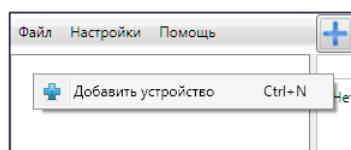

Рис. 4.7. Регистрация контроллера вручную
- щелкните правой кнопкой мыши по свободному месту в области дерева устройств программы *Конфигуратор Профессионал* (см. п. 5) и в появившемся меню выберите *Добавить устройство* (Рис. 4.7);